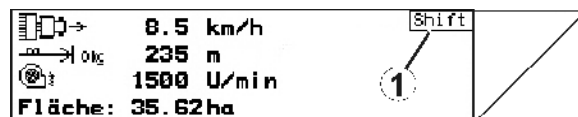

Рис. 9
- Если кнопка Shift активна, это отображается на дисплее (Рис. 9/1).